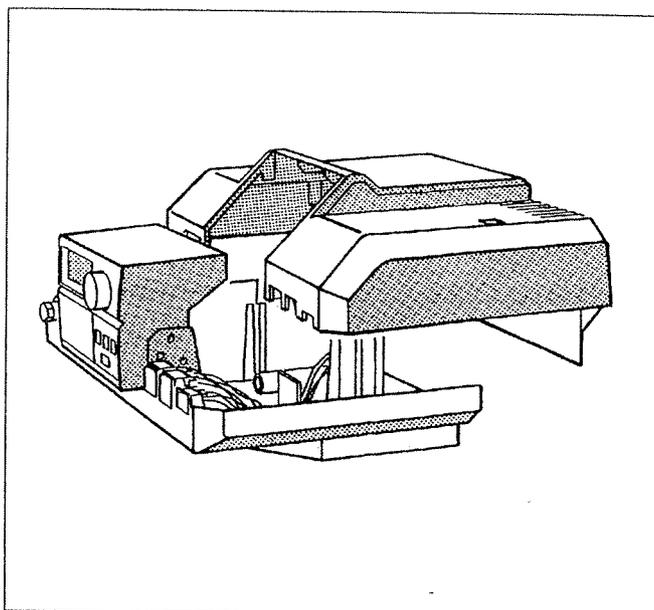

Fig. 21: Montaggio della copertura morsettiera
- Montare la copertura morsettiera e avvitare all'apparecchio di regolazione (Fig. 21).